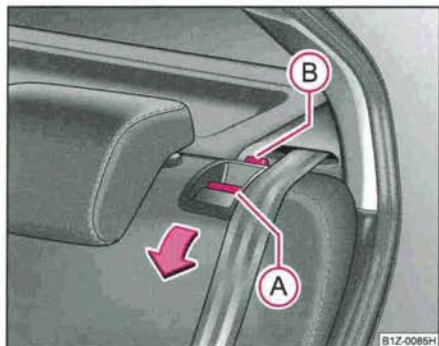

Fig. 69 Déverrouiller le dossier du siège arrière
- Poussez sur le bouton de déverrouillage (A) et rabattez le dossier en avant ⇒ page 92, fig. 69.
- Vérifiez si la tige rouge (B) est masquée ⇒ page 92, fig. 69.